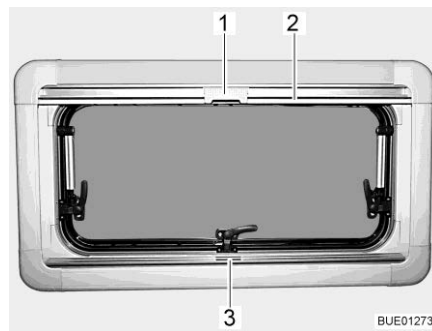

Bild 102 Överkantshängt fönster
- Ta tag i mitten på plisségardinens list (Bild 102,3) och drag den nerifrån och uppåt och släpp den vid önskad höjd. Plisségardinen stannar på denna höjd.
- Drag, med listen, (Bild 102,2) ner insektsnätet tills listen stöter mot plisségardinen (Bild 102,3).
- Lås fast insektsnätets spärr (Bild 102,1) på plisségardinens list.
- Tryck spärren (Bild 102,1) upptill på insektsnätet bakåt.
- För långsamt tillbaka insektsnätet med listen (Bild 102,2).